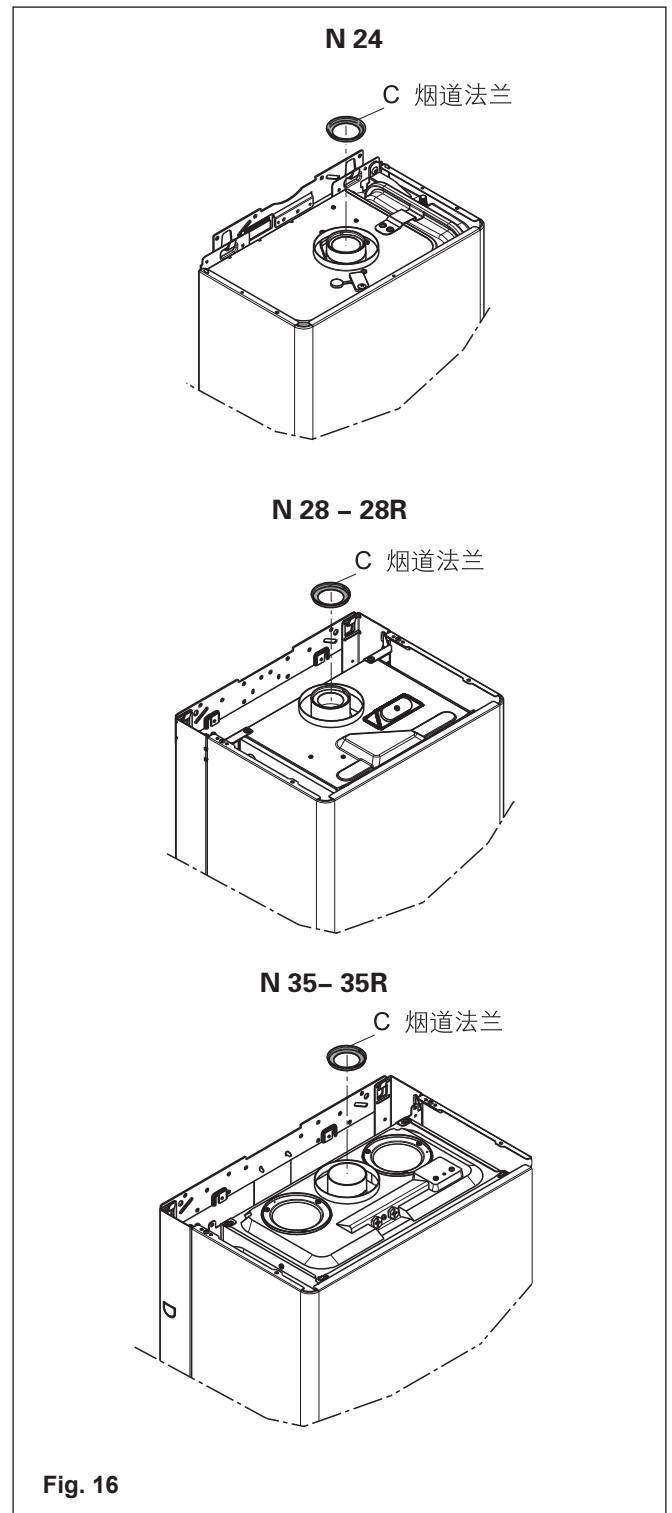

Fig. 16
10. 燃烧参数分析 (Fig.16)
- 用合适的工具取下燃烧分析口的盖子。(Fig. 16)